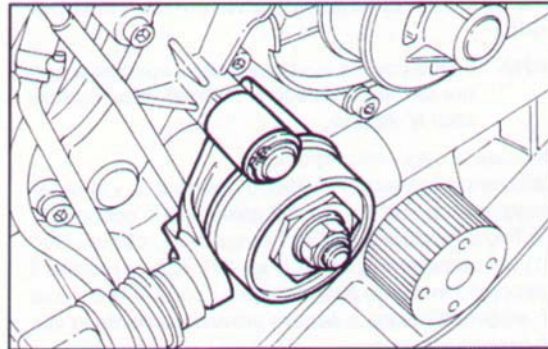

Fig. 23 ▲
- togliere l'anello seeger e sfilare il supporto galoppino lato destro (Fig. 23);
- remove the Seeger ring and take out the tightening pulley support from the right side (Fig. 23);